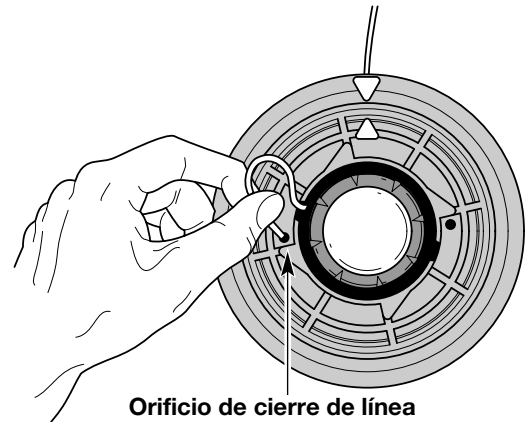

Fig. 10
5. Inserte la línea en el orificio de cierre (Fig. 10). No empuje la línea más de 1/2 pulgada (12.7 mm.) dentro del orificio de cierre. Cuando la línea está bien insertada, formará un bucle pequeño (Fig. 10).